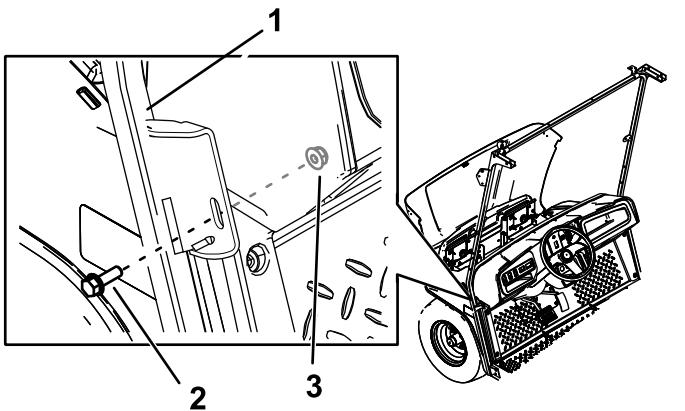

Рисунок 25
3. Прикрепите средний кронштейн левой и правой опор ветрового стекла к машине с помощью 2 болтов с шестигранными фланцевыми головками (5/16 x 1 дюйм) и 2 гаек (5/16 дюйма), используя просверленные вами отверстия (Рисунок 25).